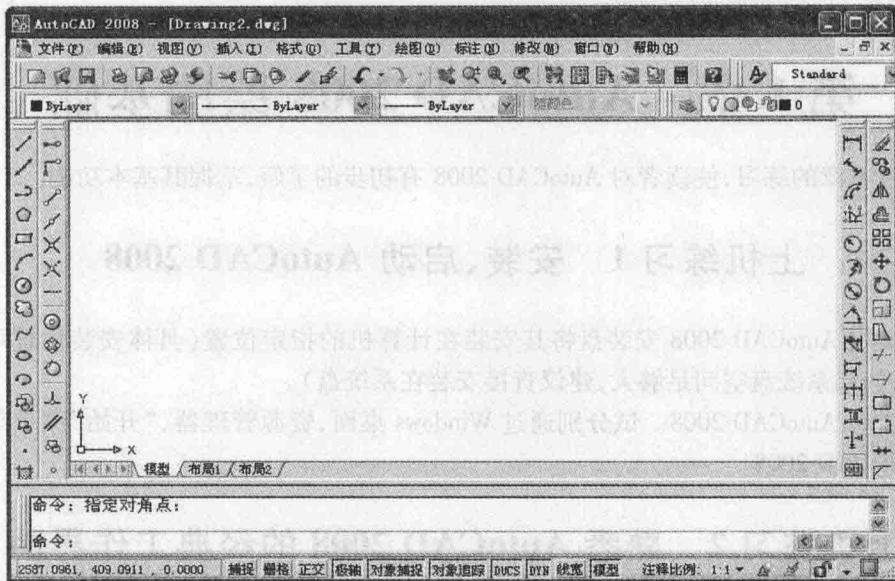

图 1.2 将“标注”工具栏和“对象捕捉”工具栏显示在绘图屏幕两侧
(2) 选中“标注”“对象捕捉”项，即可打开对应的工具栏。然后，通过拖动的方式将“标注”工具栏和“对象捕捉”工具栏分别放到绘图屏幕的两侧，结果如图 1.2 所示。